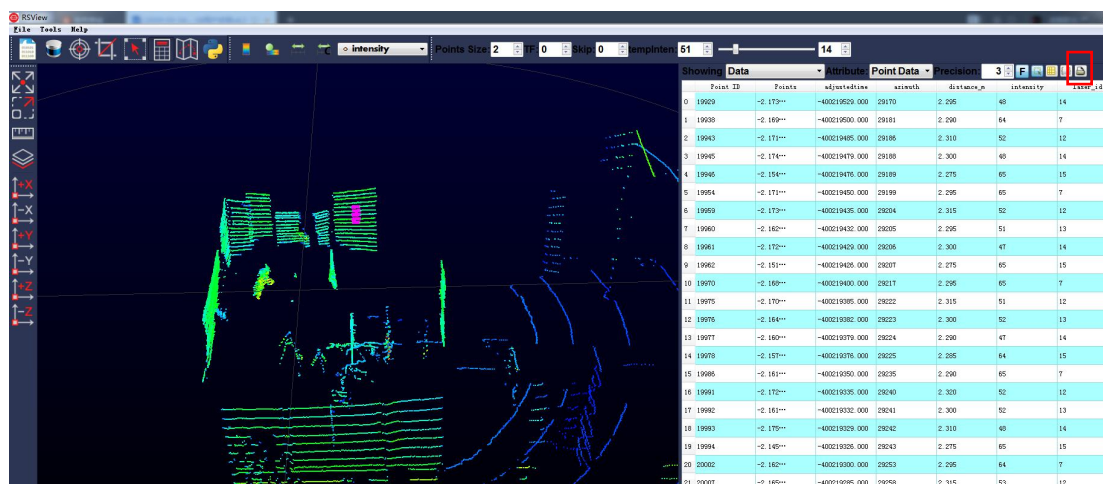

图 C-13 RSView List Selected Points 工具
9. 在 3D 数据显示空间中, 使用鼠标画一个长方形框住一些数据点, 这些点的数据将会在 Spreadsheet 被选择, 并且在图中会变成粉红色(图 C-13)。